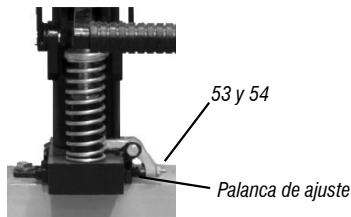

Fig. 8 – Ajuste de la palanca
La TRANSPALETA MANUAL VONDER ya viene totalmente ajustada y probada de fábrica. En caso de necesidad de ajuste de la alianza para elevar o bajar la carga, utilice el tornillo (54), conforme fig. 8, y una vez finalizado el ajuste, cierre el tornillo (54) apretando la tuerca (53).